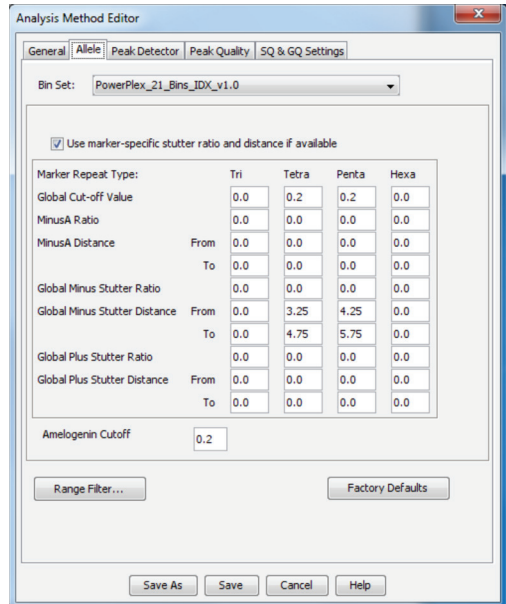

图 16. GeneMapper® ID-X Allele界面。选择在章节6.A.中导入的bins文件
6. 点击“Allele”选项(图 16)。
8. 在使用PowerPlex® 21 System时，我们建议参照图16输入相应的数值，以适当的滤过Stutter杂峰。您可能需要优化设置，须进行实验室内部认证。